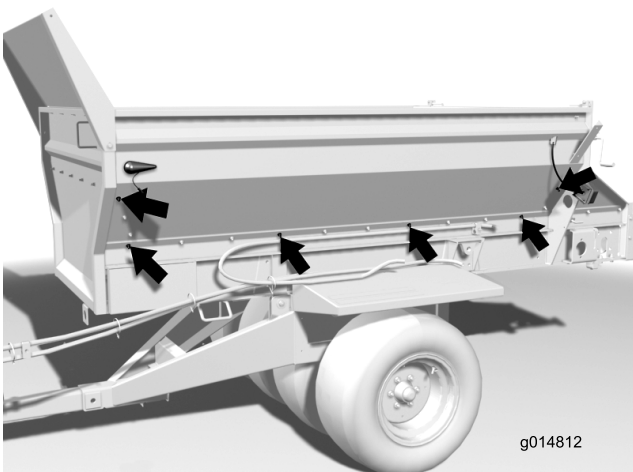

Figura 6
1. Conjunto de luz trasera (2)
8. Retire las 6 tuercas de cada lado de la tolva, según se muestra en Figura 6.